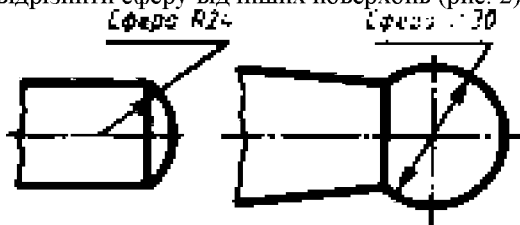

Рисунок 2 – Позначення сферичної поверхні предмета
Сферичну поверхню предмета можна позначити одним видом і винести перед знаком Ø (R) слово «Сфера» в тих випадках, коли без цього слова важко відрізнити сферу від інших поверхонь (рис. 2).